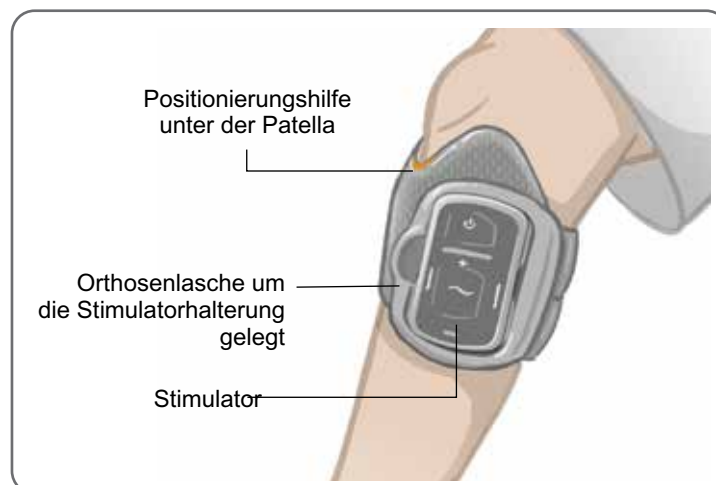

Abbildung 8-8: Unterschenkelmanschette am rechten Bein
5. Vergewissern Sie sich, dass die befestigte Manschette bequem sitzt, die Positionierungshilfe sich unterhalb der Patella befindet und die Orthosenlasche um die Halterung gelegt ist, wie in Abbildung 8-8 dargestellt.